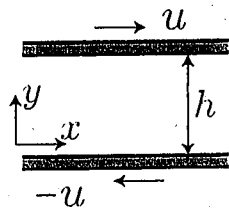
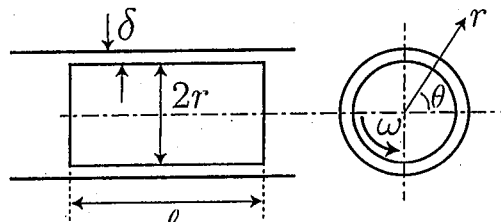

図3-1
図3-2
(1) 図3-1のような、間隔 $h$ で平行に置かれた2枚の無限に広い板の間にニュートン流体が満たし、上の板を $u$ 、下の板を $-u$ で一定速度で動かした。定常状態において、図に示した $y$ 軸に垂直な面に対する $x$ 方向のせん断変形速度を答えよ(5点)。
(2) 小問(1)において板に加わる粘性応力を答えよ(5点)。
(3) 長い円筒の中に長さ $l$ 、半径 $r$ の円柱を配置して図3-2のような幅 $\delta$ の環状すきまを作り、ニュートン流体を満たした。外側の円筒が静止し、内側の円柱が一定の角速度 $\omega$ で回転している。 $\delta$ が $r$ に比べて十分に小さい場合、すきまのせん断変形速度は一定とみなせる。図に示した $r$ 軸に垂直な面に対する $\theta$ 方向のせん断変形速度を答えよ(5点)。